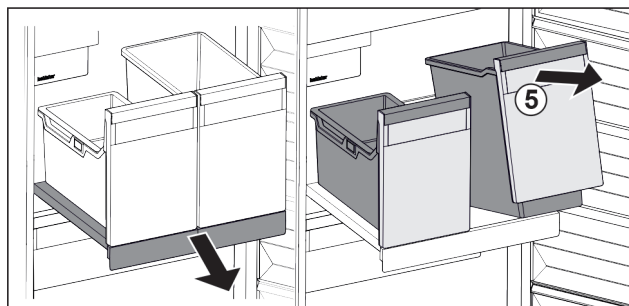

Fig. 18
- ▶ Ridicați recipientul Fig. 18 (5) din față.